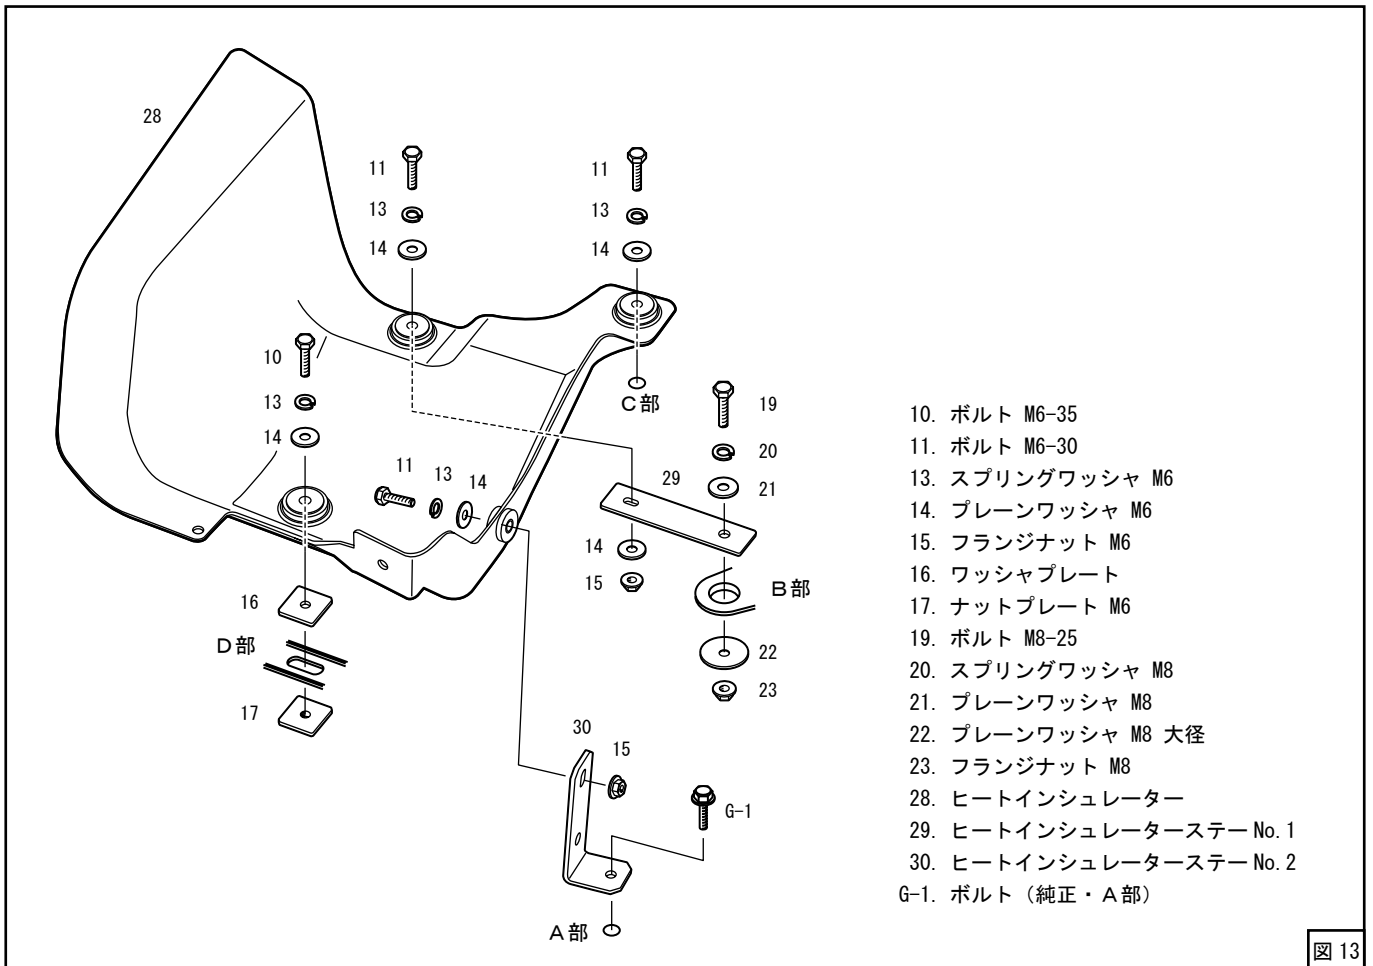

図 13
- (3) A部にヒートインシュレーターステー No. 2 をA部の純正ボルトを使用して取付けてください。(図8、図9、図13)
- (5) B部にヒートインシュレーターステー No. 1 を取付けてください。(図8、図10、図13)
(8) ヒートインシュレーターを取付けてください。(図 8、図 10、図 13)